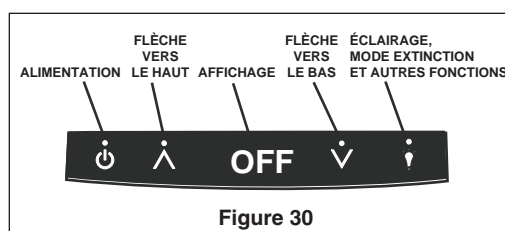

Figure 30
- b L'affichage passera de ICE (glaçons) à OFF (arrêt) pour confirmer l'arrêt de la machine à glaçons (Figure 30).